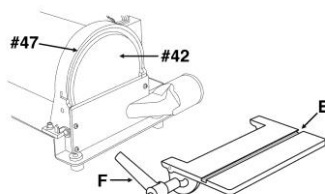

fig. 19
1. Retirez les leviers de verrouillage (F) et faites glisser la table du disque (E) pour l'éloigner de l'outil (fig. 19).
3. Décollez le vieux disque abrasif (n° 42) du disque de renfort (n° 47) (fig. 19).
6. Remettez en place la table du disque et la goulotte d'évacuation de la poussière (fig. 19, 20).